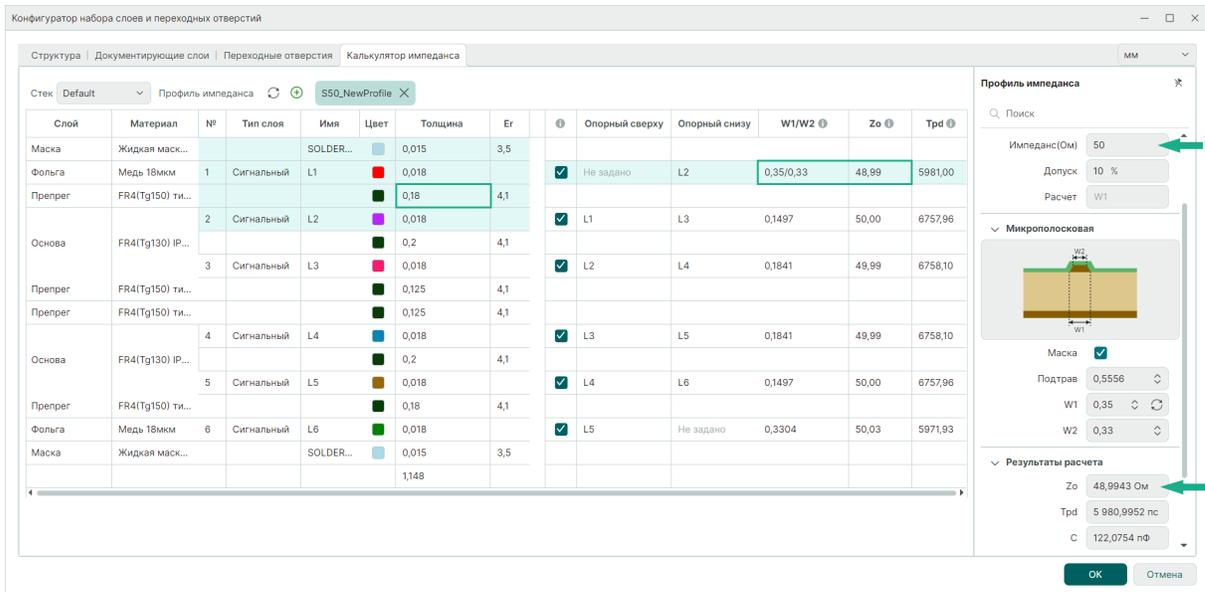

Рис. 67 Контроль рассчитанных параметров после изменения стека
7. Вернитесь во вкладку «Калькулятор импеданса» для контроля рассчитанных параметров и сохранения профиля, см. Рис. 67.